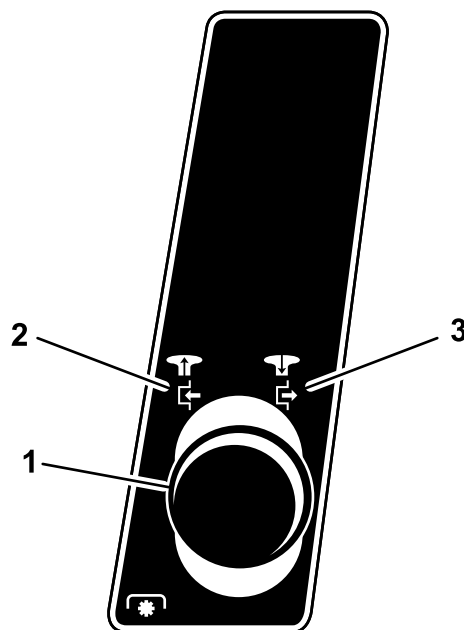

Figura 11
4. Disinnestate le lame (PDF). Vedere Figura 11.